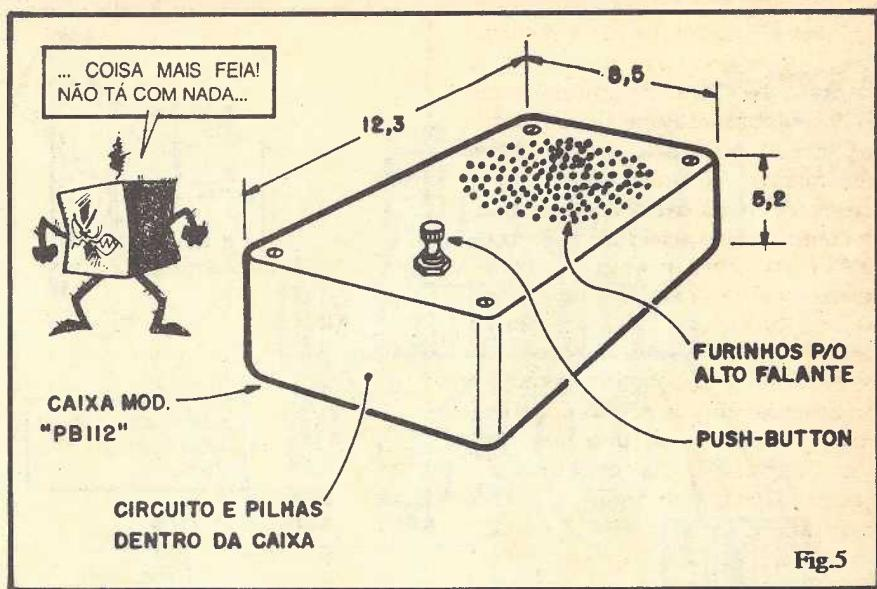

Fig.5
- FIG. 5 - Sugestão para o "encaixamento" do circuito. O container padronizado (encontrável em muitos dos varejistas de Eletrônica) indicado no item "DIVERSOS/OPCIONAIS" da LISTA DE PEÇAS serve direitinho para a função, porém outras caixas (de preferência em plástico ou madeira...) de dimensões compatíveis, também podem ser utilizadas. O LED indicador pode ser fixado com cola de epoxy ("Araldite") ou cianoacrilato ("Superbonder") através de um furinho feito na parte frontal superior da caixa. Os fios para os contatos de TOQUE podem sair de um furinho lateral, conforme mostra a figura. A barra com o circuito pode ser internamente fixada à caixa através de parafuso/porca, o mesmo ocorrendo com a bateria ou pilhas (pa-
- FIG. 5 - Sugestão para acondicionamento do circuito, usando o **container** (caixa) sugerido em "DIVERSOS/OPCIONAIS", na LISTA DE PEÇAS... O circuito (barra com os componentes e interligações básicas) e as pilhas (no suporte) ficam dentro da caixa, o primeiro fixado com parafuso (a barra tem furinhos intercalados entre os segmentos, que facilitam esse tipo de fixação...) e as pilhas eventualmente "calçadas" com pedaços de espuma de nylon ou isopor (para que não fiquem "balançando" lá dentro...). O alto-falante (se for usado um com diâmetro de até 3"...) deverá ser colado pelo lado de dentro do painel frontal da caixa, onde, previamente, devem ser feitos vários furinhos para a "saída do som", obedecendo o tamanho e a forma do alto-falante. ATENÇÃO: ao colar o alto-falante, CUIDADO para que o adesivo utilizado não atinja o cone de papelão ou a bobina central do componente, pois se isso acontecer o funcionamento do dito cujo poderá ficar prejudicado. O push-button poderá ser fixado (através do seu próprio "pescoço" rosqueado e porca integrante...) também no painel frontal, logo abaixo da posição ocupada pelo alto falante...